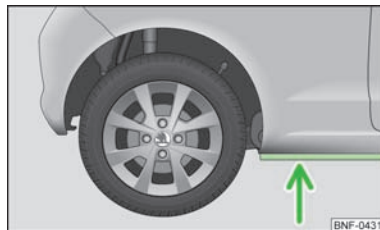

Fig. 93
- Antes de atravessar poças de água, verifique a sua profundidade. O nível da água não deve ultrapassar o perfil da parte inferior da embaladeira » Fig. 93.